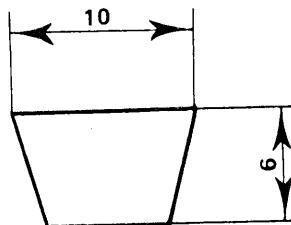
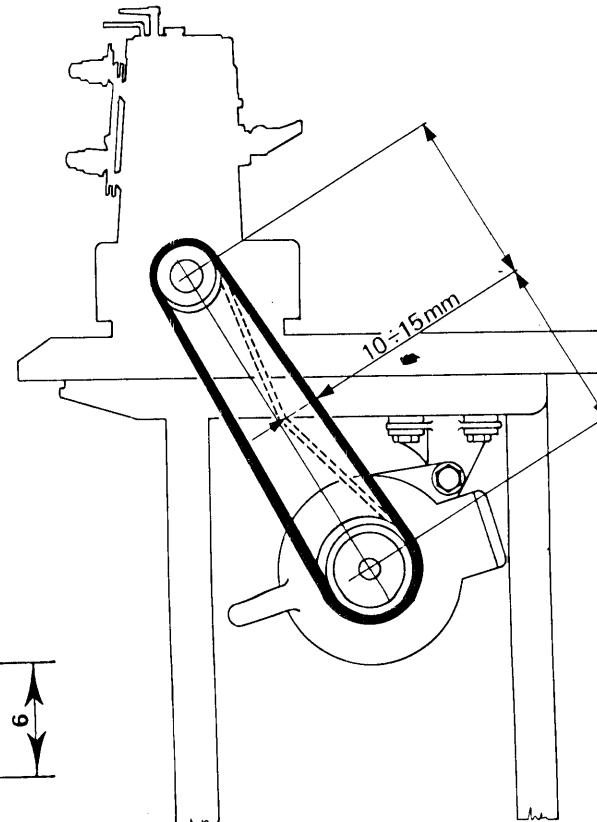

Fig. 2
Fig. 3
4. collegare il volantino della macchina alla puleggia del motore con l'apposita cinghia di trasmissione sezione 10x6 (fig.2) secondo lo schema di collegamento (fig.3).
5. registrare la tensione della cinghia agendo sullo snodo attacco motore, in modo da non consentire slittamenti, ma avendo cura di non tenderla eccessivamente onde evitare sovraccarichi sugli alberi delle pulegge e non compromettere la durata della cinghia stessa. Si ha la giusta tensione quando, premendo con la mano al centro del tratto indicato in fig.3, si verifica una freccia, cioè un cedimento della cinghia, di 10-15 mm.
4. Connect machine handwheel to motor pulley with 10 x 6 section driving belt (fig.2) as shown in sketch (fig.3).
5. Adjust the belt tension by moving the motor coupling articulated joint so that the belt cannot slip, but taking care not to make it over-taut, to avoid overloading the pulley shafts and shortening the life of the belt. The tension is correct when, putting manual pressure on the centre of the part indicated in fig.3, the belt yields about 10-15 mm. (3/8"-9/16").